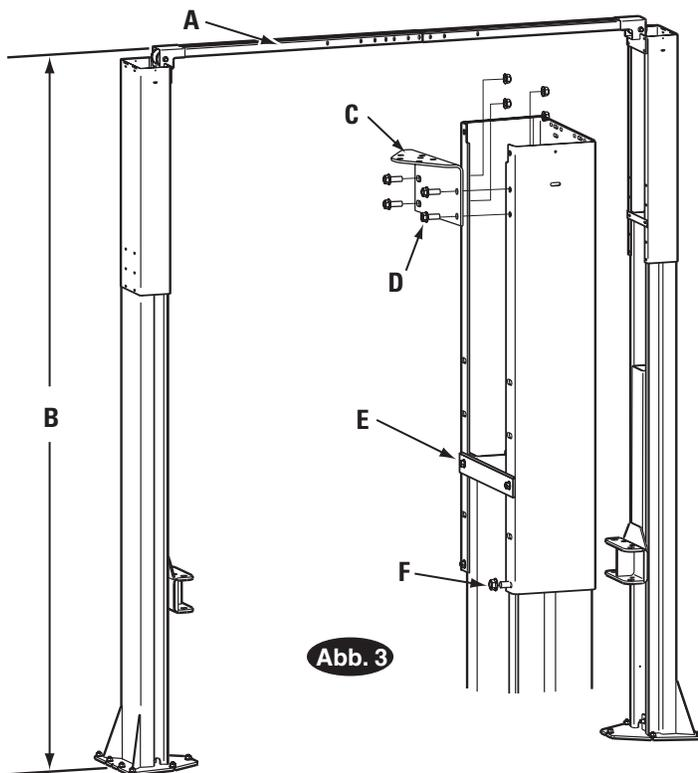

Abb. 3 Detail
**2. Hebebühnen-Höhe:** Siehe Abb. 3 für Hebebühnen-Gesamthöhe für jeden einzelnen Hebebühnentyp. 25 mm zur Gesamthöhe hinzufügen, um Mindesthöhe (bis zur niedrigsten Begrenzung) zu ermitteln.
**4. Säulenverlängerungen:** Säulenverlängerungen, wie in Abb. 5 und 5a dargestellt, anbringen. Verbindungsriegel anbringen (Abb.3).
**Overhead-Halterung:** Overhead-Halterung an Säulenverlängerungen anbringen, Abb.3.